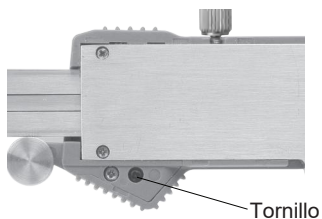

fig.1
---Afloje el tornillo y retire la tapa de la batería (fig. 1).